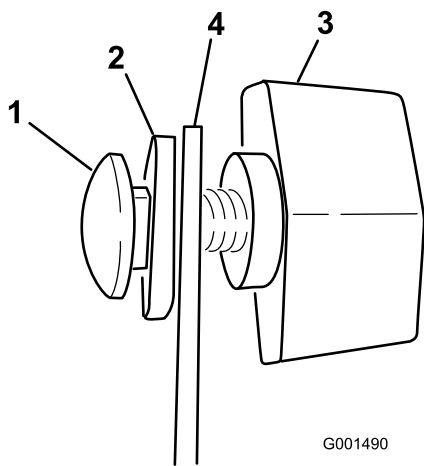

**Figura 7**
- Collegate i connettori di Spray Pro ai connettori situati sotto la piastra (Figura 7).